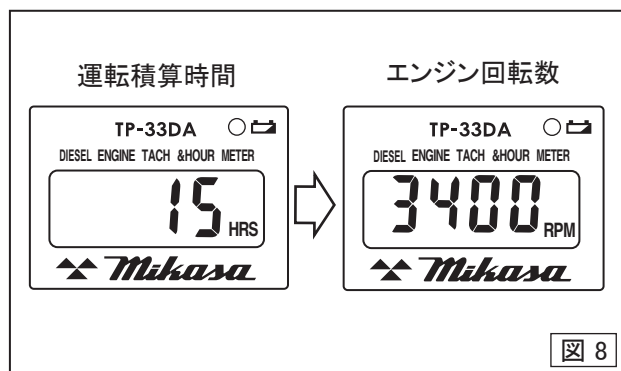

図 8
6. エンジンが始動するとアワータコメーターには「エンジン回転数」が表示されます。(図8)